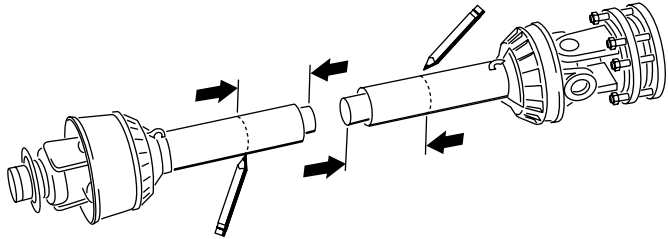
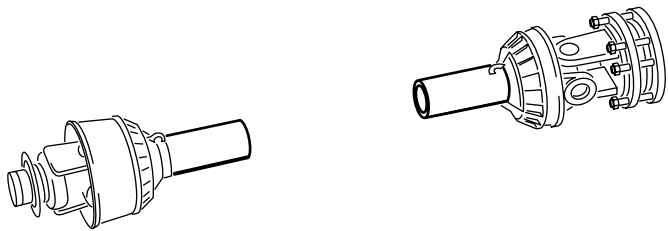

图18
图19
13. 使用在步骤 8 中确定的尺寸，从每个 PTO 半轴找到、标记并截短护罩和轴管（图18 和图19）。